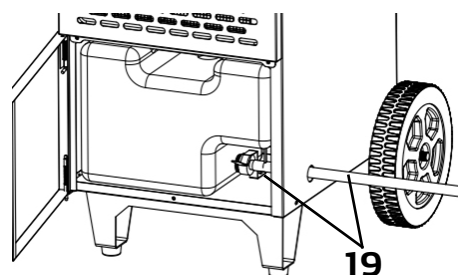

Fig. 10
- Inserire il flessibile di scarico fornito a corredo (19) attraverso il foro laterale nell'alloggiamento fino ad raggiungere l'apertura di scarico (fig. 10)